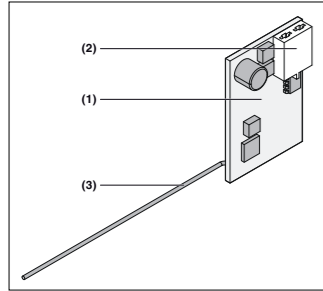

Fig. 1
- Receiver BDF140-2 (fig. 1)**
- Mottagare BDF140-2 (fig. 1)**
- Modtager BDF140-2 (fig. 1)**
- Mottager BDF140-2 (fig. 1)**